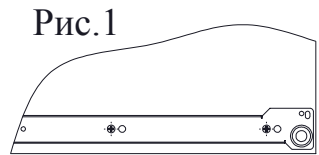

Рис.1
1. Подготовьте детали к сборке. Установите направляющие на детали 1, 2 (Рис. 1).